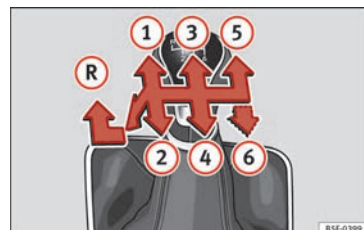

Bild 52 Växelschema för en 5- eller 6-växlad manuell växellåda
» **bild 52.**
- När växelspaken är i neutralläge, tryck den uppåt, flytta den till höger så långt det går och sedan framåt för att välja back **» bild 52 R**.